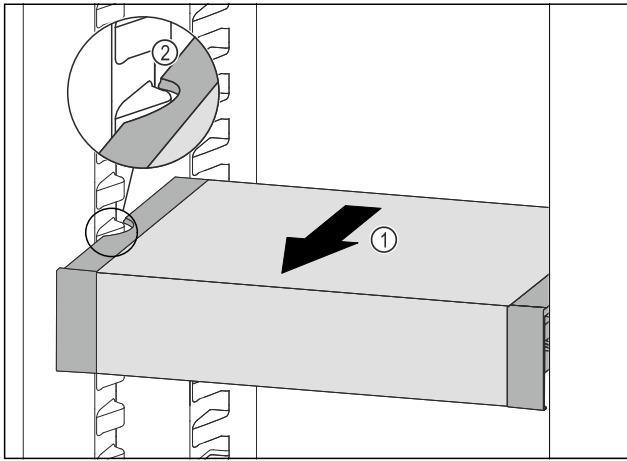

Fig. 133
- Tirer le VarioSafe vers l'avant Fig. 133 (1) jusqu'à ce que les encoches latérales du VarioSafe se trouvent au niveau de la nervure du bac dans la partie réfrigérateur. Fig. 133 (2)